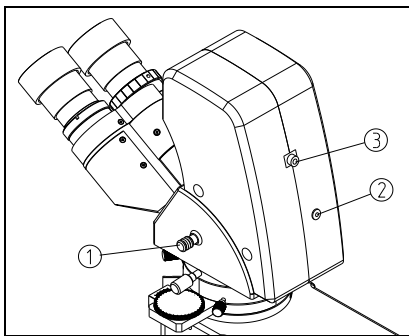

图 39
将变压器的输出端插入观察头背部的电源插座②内，将视频线插入观察头背部 C-Video 视频输出端口/USB 输出端口③内。(如图 39)
将观察头的光路选择杆①拉到最外面时，可同时进行双目与视频投影，其光线比例为 80:20；将光路选择杆推到最里面位置时，可使 100% 的光线进入双目观察系统。(如图 39)